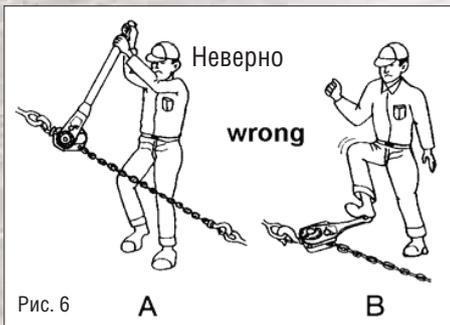

Рис. 6
- Не используйте удлинения для рукоятки (А, Рис. 6). Не давите ногой на рычаг (В, Рис. 6).